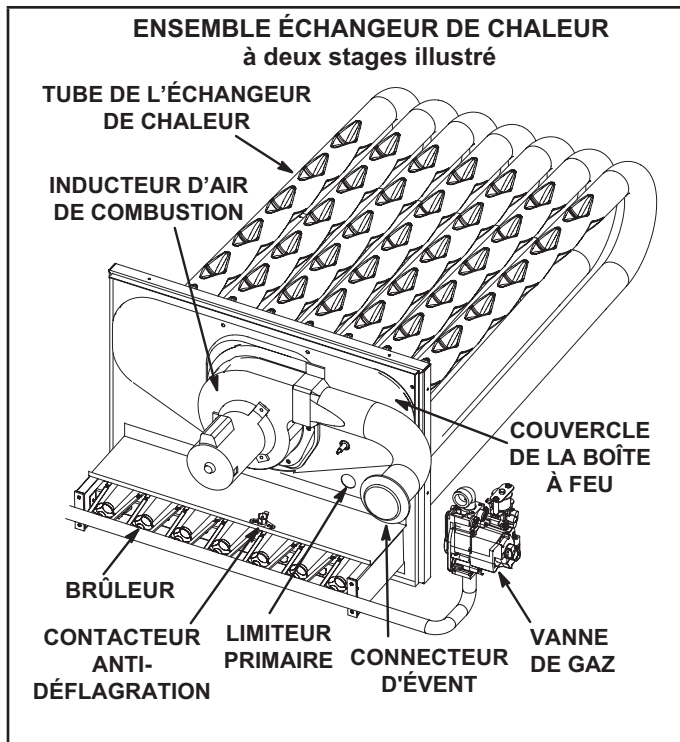

FIGURE 34
Les limiteurs sont réglés en usine et ne sont pas ajustables. Le limiteur primaire est situé à droite de l'inducteur d'air de combustion. Voir FIGURE 34.
- 4 - Retirer et conserver les vis fixant l'inducteur d'air de combustion sur la boîte à feu. Retirer le connecteur d'évent. Voir FIGURE 34.